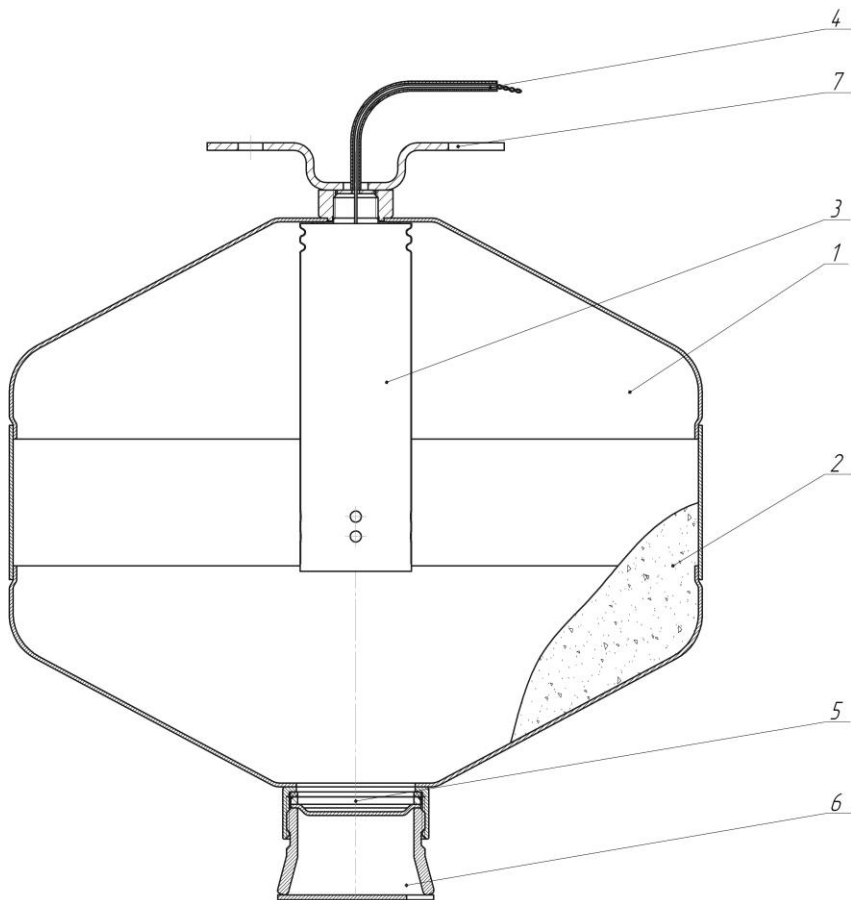

Рис. 3
3.1.1 МПП (рис. 3) состоит из корпуса **1**, в котором размещаются огнетушащий порошок (ОП) **2** и газогенерирующее устройство (ГГУ) **3** с электроактиватором **4**. В нижней части корпуса, выходное отверстие которого перекрыто мембраной **5**, находится насадок-распылитель **6**. Соединительные провода электроактиватора ГГУ **3** выведены через герметичный узел в корпусе МПП. В верхней части модуль снабжен кронштейном **7** для крепления к потолочному перекрытию.